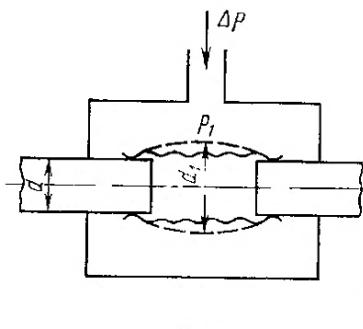

Рис. 6.6
6.17. В закрытый резервуар (рис. 6.6) подведены металлические трубы диаметром d , соединенные эластичной резиновой вставкой. При начальном давлении p диаметр вставки равен $d = 0,025 \text{ м}$. По трубке движется вода с расходом $Q = 0,01 \text{ м}^3/\text{с}$. Определить диаметр резиновой вставки d_1 при увеличении давления в резервуаре на $\Delta p = 0,05 \text{ МПа}$.